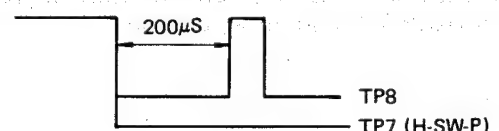

Abbildung 42
3. Auf dem Oszillographen (-) synchronisierte Steigung wählen und R751 so einstellen, daß die in Abbildung 42 gezeigte Anforderung erfüllt wird.